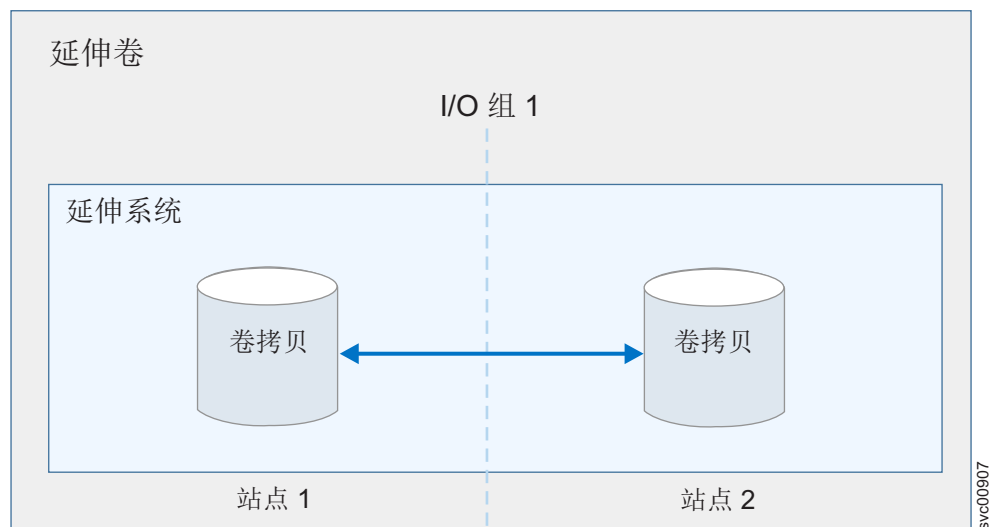

图 5. 延伸卷的示例
- 延伸卷，其中单个卷的拷贝位于不同站点的不同存储池中。如第 5 页的图 5 所示，在一个 I/O 组中高速缓存该卷。延伸卷仅可用于延伸拓扑系统。